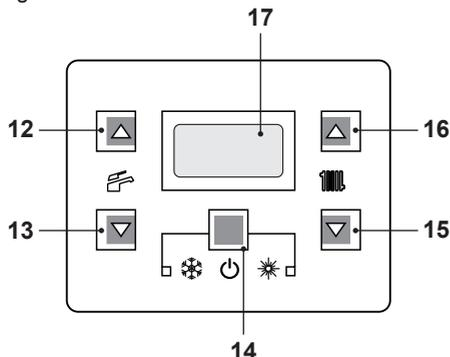

Figura 2.5
- Tenere premuto per 2 secondi il tasto 14 fino a far apparire sul display il simbolo  Figura 2.5.
La temperatura dell'acqua calda di mandata riscaldamento è regolabile agendo sui tasti 15 (diminuzione) e 16 (aumento) (Figura 2.5) da un minimo di circa 25°C ad un massimo di circa 85°C. Alla prima pressione di uno dei due tasti si ha la visualizzazione del valore di "set", alla seconda pressione si accede alla modifica.
Comunque se la temperatura ambiente non dovesse essere confortevole si può aumentare o diminuire la temperatura di mandata dell'impianto riscaldamento di $\pm 15^{\circ}\text{C}$ agendo sui tasti 15 (diminuzione) e 16 (aumento) (Figura 2.5).
La temperatura dell'acqua calda sanitaria è regolabile agendo sui tasti 12 (aumento) e 13 (diminuzione) (Figura 2.5) da un minimo di circa 35°C ad un massimo di circa 60°C . Alla prima pressione di uno dei due tasti si ha la visualizzazione del valore di "set", alla seconda pressione si accede alla modifica.